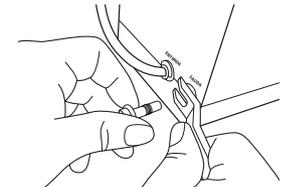

Figura 13.
- b. Retira el tapón jalando el mismo hacia ti, manteniendo fuertemente presionado el collar del conector rápido (ver Figura 13).